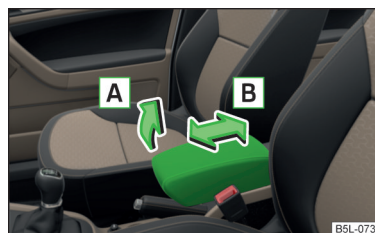

Fig. 61
► Abata primero el apoyabrazos hacia abajo y, a continuación, levántela en el sentido de la flecha **A** » fig. 61 hasta una de las 4 posiciones de encastre.
► Mueva el apoyabrazos en el sentido de la flecha **B** » fig. 61 hasta la posición deseada.